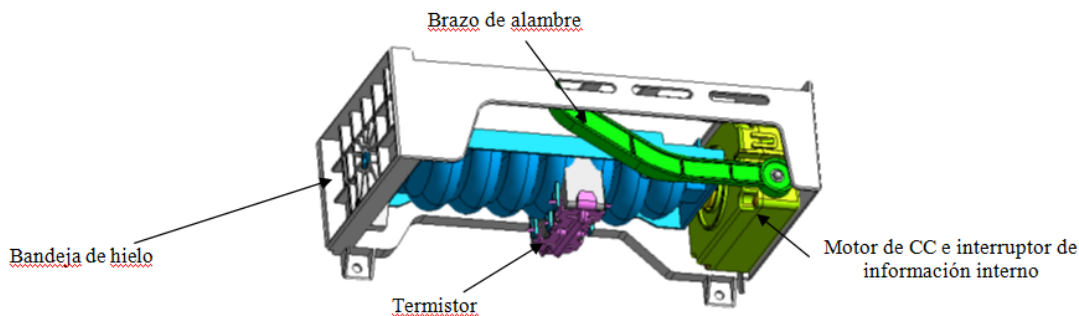

Figura 1: Fábrica de hielo con bandeja giratoria Sankyo
La sincronización y lógica de la fábrica de hielo están controladas por el tablero de control principal de la Interfaz del usuario (IU). La fábrica de hielo cuenta con los siguientes componentes opcionales (**Figura 1**):